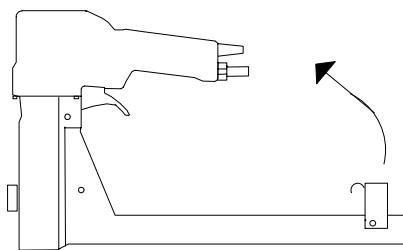
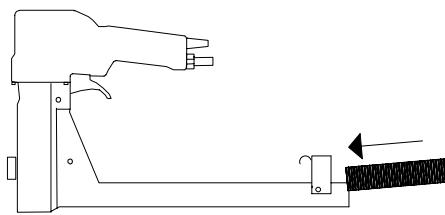

Fig. 3
Fig. 4
- E Lift the magazine breech and the pusher upward (Fig. 3) and fill the magazine with staples (Fig. 4).
- D Kippen Sie das Verschlußstück mit dem Klemmerschieber nach oben (Fig. 3) und beladen Sie das Magazin mit Klammern (Fig. 4).
- S Slutstycket med fram åtaren fälls upp (Fig. 3), och magasinet fylls sedan med klamrar (Fig. 4).
- F Enlevez le fermoir avec le poussoir (Fig. 3) et chargez le magasin avec des agrafes (Fig. 4).